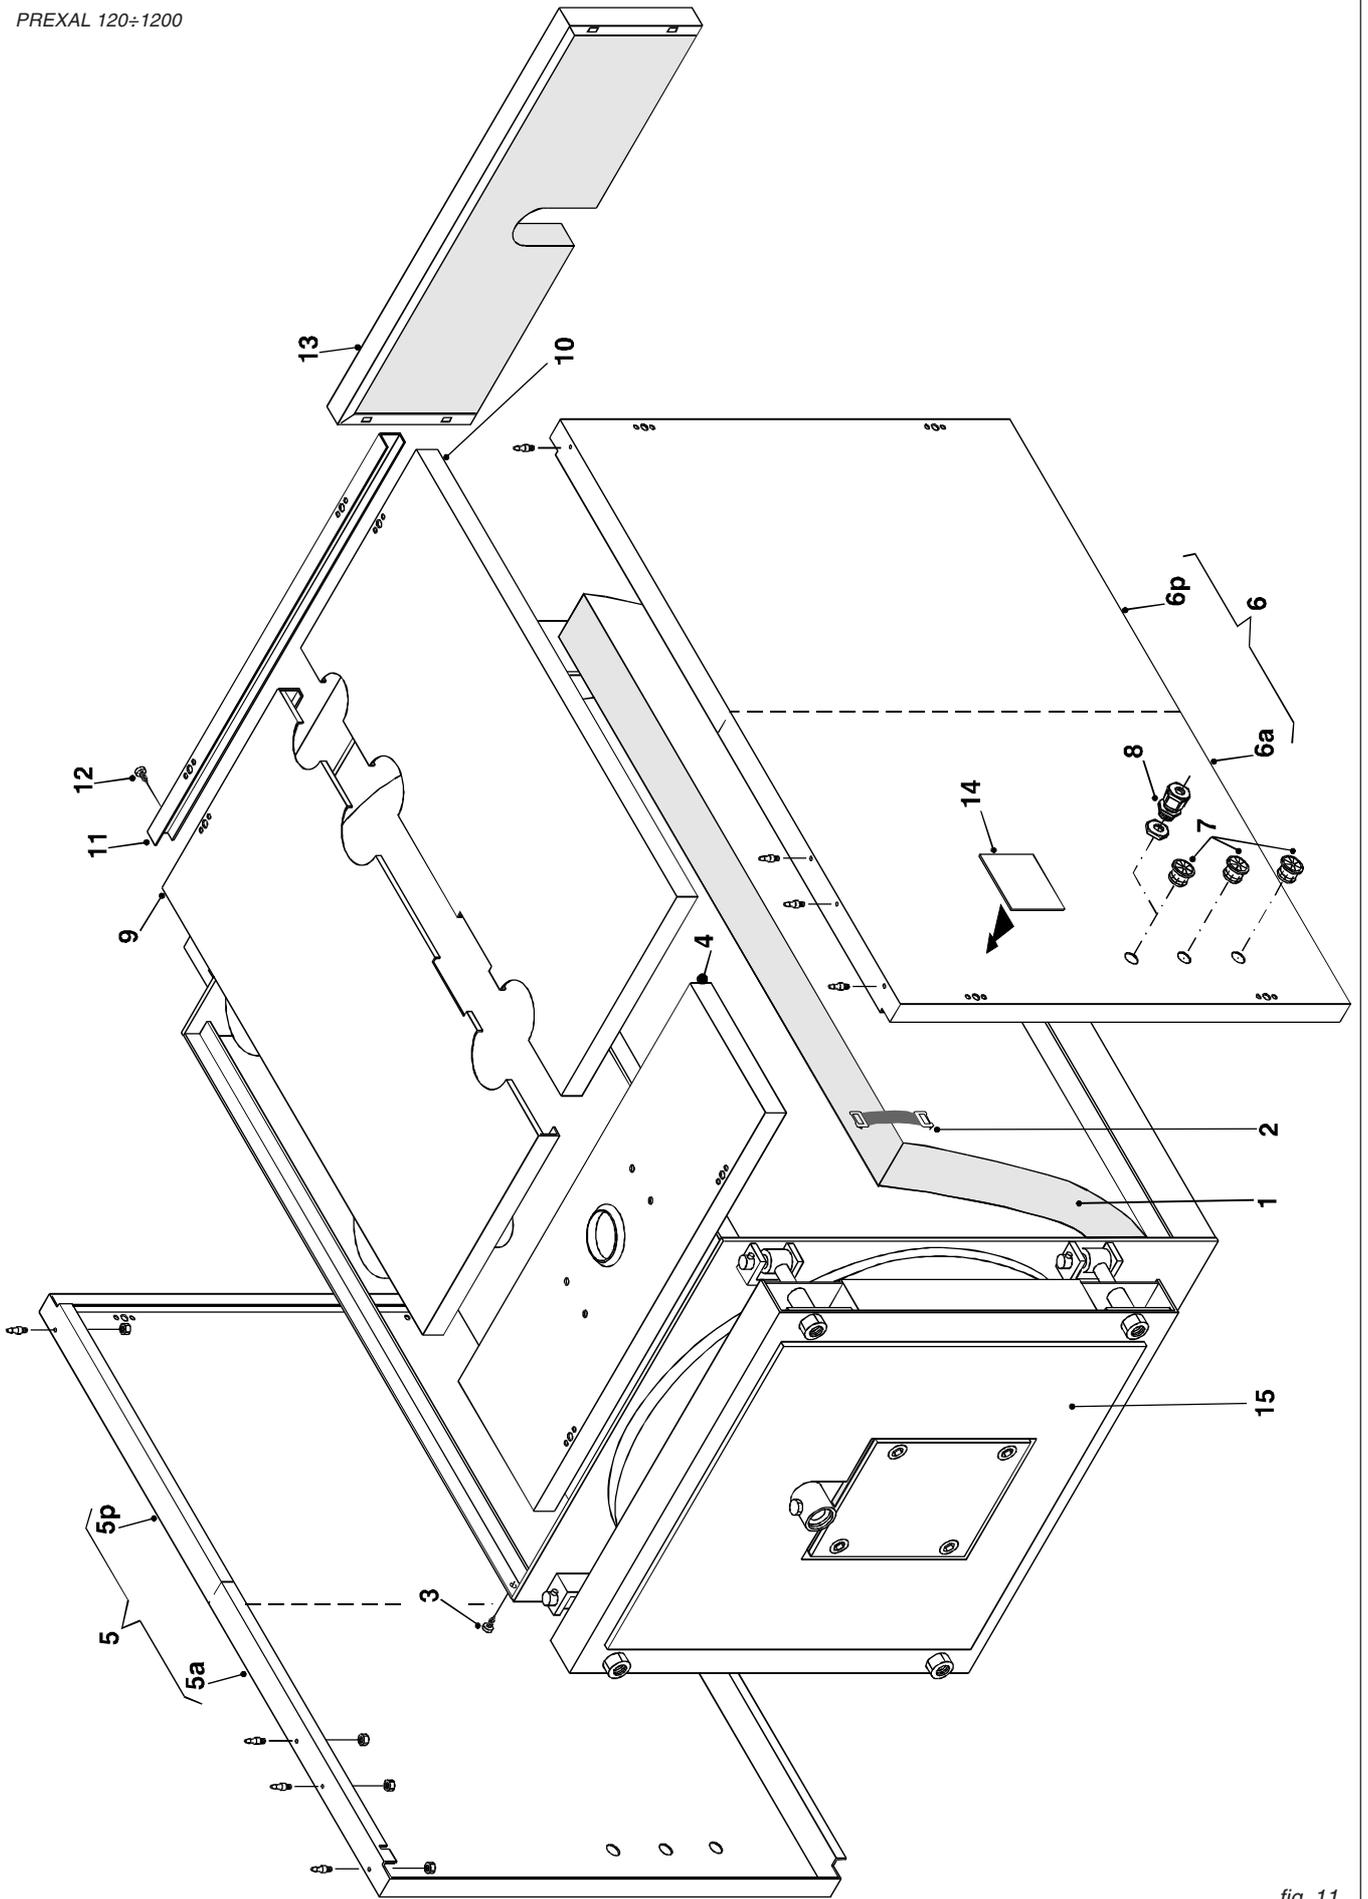

fig. 11
**N.B.** Per i modelli compresi tra **P120** e **P500** (rif. fig. 11), il mantello e l'isolamento sono contenuti in 1 imballo marcato:
**N.B.** Per i modelli compresi tra **P600** e **P1200** (rif. fig. 11), il mantello e l'isolamento sono contenuti in 3 imballi marcati:
### Sequenza di montaggio (Rif. fig. 11)